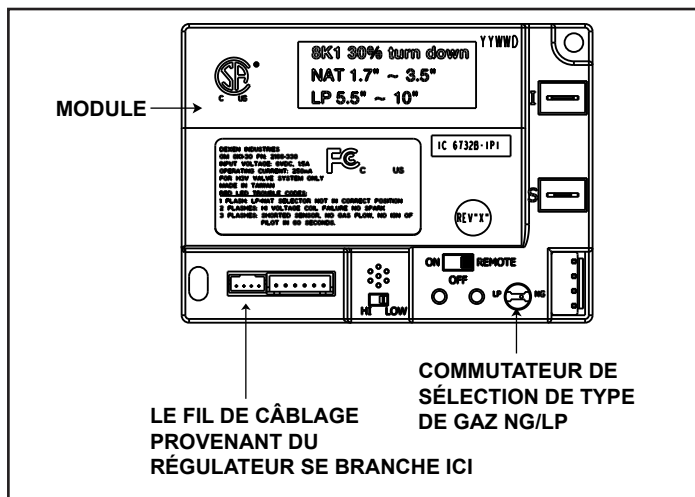

Figure 3.6 Module de commande
Ce modèle a un taux de combustion variable contrôlé par le bouton « HI/LO » du module de commande. La hauteur des flammes est donc ajustable. Le bouton « HI/LO » est montré à la figure 3.6. Il se trouve dans le logement des commandes du foyer.
1. Le module de commande est équipé d'un commutateur de sélection « ON/OFF/REMOTE » qui doit être réglé. Voir la Figure 3.6.
2. Si un interrupteur câblé est utilisé dans la cavité de contrôle sous le mode « REMOTE », la hauteur des flammes peut être réglée au moyen du commutateur de sélection « HI/LO » du module. Voir la Figure 3.6. Notez que le commutateur de sélection de flamme « HI/LO » sera désactivé une fois la télécommande optionnelle (RC200/RC300) programmée au module de commande. Notez que le module de commande allumera toujours le poêle à « HI » et conservera ce réglage pendant les 10 premières secondes de fonctionnement. Si le commutateur HAUT/BAS (HI/LOW) est sur la position BAS (LO), la hauteur des flammes deviendra automatiquement minimum après 10 secondes. Une fois ces 10 secondes écoulées, la hauteur de la flamme peut être ajustée entre HAUT (HI) et BAS (LOW) au moyen du commutateur.
- Localisez le module du commutateur de sélection. (Voir la figure 3.6.)
- Attendez cinq (5) minutes pour dissiper les gaz.